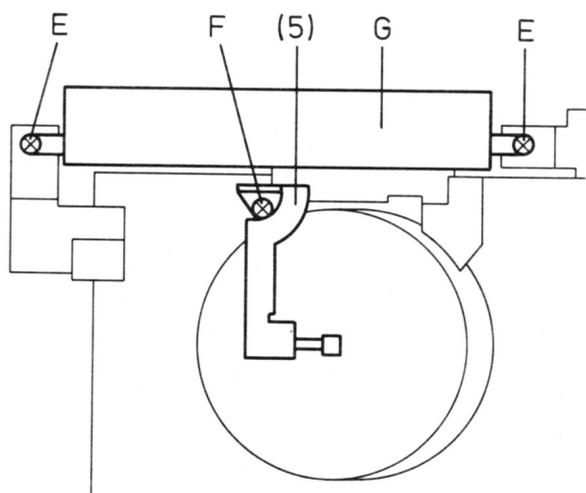
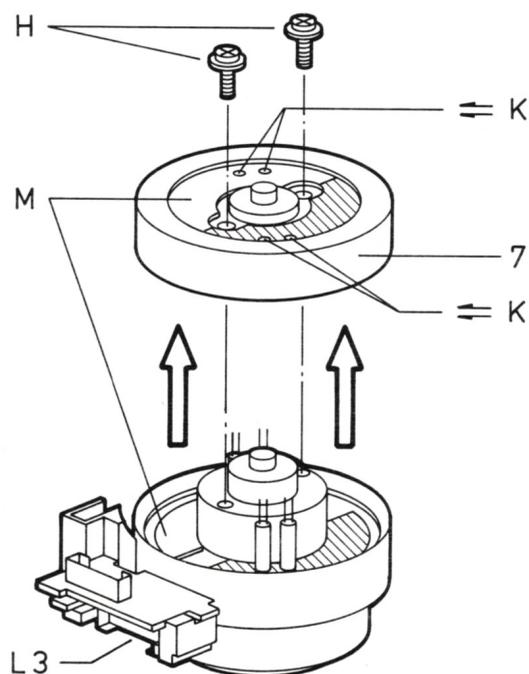

Fig.10
Fig.11
- Retirer les vis «F» et «H» (Fig.10/Fig.11)
- Retirer le contact de masse (5).
- A l'aide d'un sèche-cheveux, chauffer légèrement le bord extérieur du tambour de tête (7).
- Retirer le tambour de têtes (7) avec précaution.
4.2.1 Démontage du tambour fixe (6)
- Retirer les 3 vis «E» et «F» (Fig.10)
- Retirer l'ampli de têtes «G» et le contact de masse (5)
- Défaire le connecteur L3 (Fig.11)
- Fixer le contact de masse (5) avec la vis «F» (Fig.10)